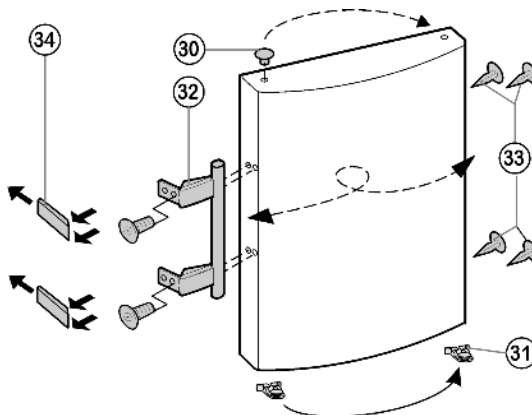

Fig. 8
- Pružinovou svorku Fig. 8 (31) vyklesněte z horních dveří a přemístěte na novou stranu závěsu.
- Zátky Fig. 8 (30) vyjměte z pouzder ložisek dveří a přemístěte je.
- Madla dveří Fig. 8 (32), zátky Fig. 8 (33) a krycí destičky Fig. 8 (34) odmontujte a přemontujte na protější stranu.